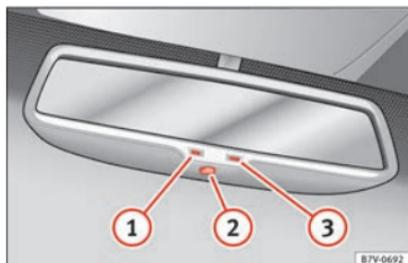

Fig. 146 Rétroviseur intérieur photosensible.
Légende de fig. 146 :
- ① Témoin
- ② Commande
- ③ Capteur permettant de détecter la luminosité venant frapper le rétroviseur
Cette fonction peut être activée et désactivée en appuyant sur le bouton du rétroviseur intérieur »» fig. 146 ②. Une fois activée, le témoin ① s'allumera.